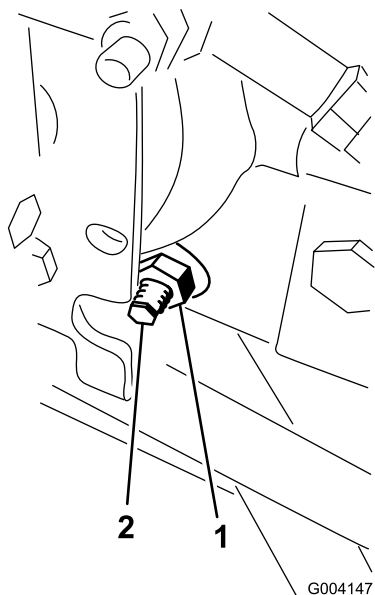

Figura 68
3. Dal lato destro dell'idrostat, allentate il dado di bloccaggio sulla camma di regolazione della trazione (Figura 68).